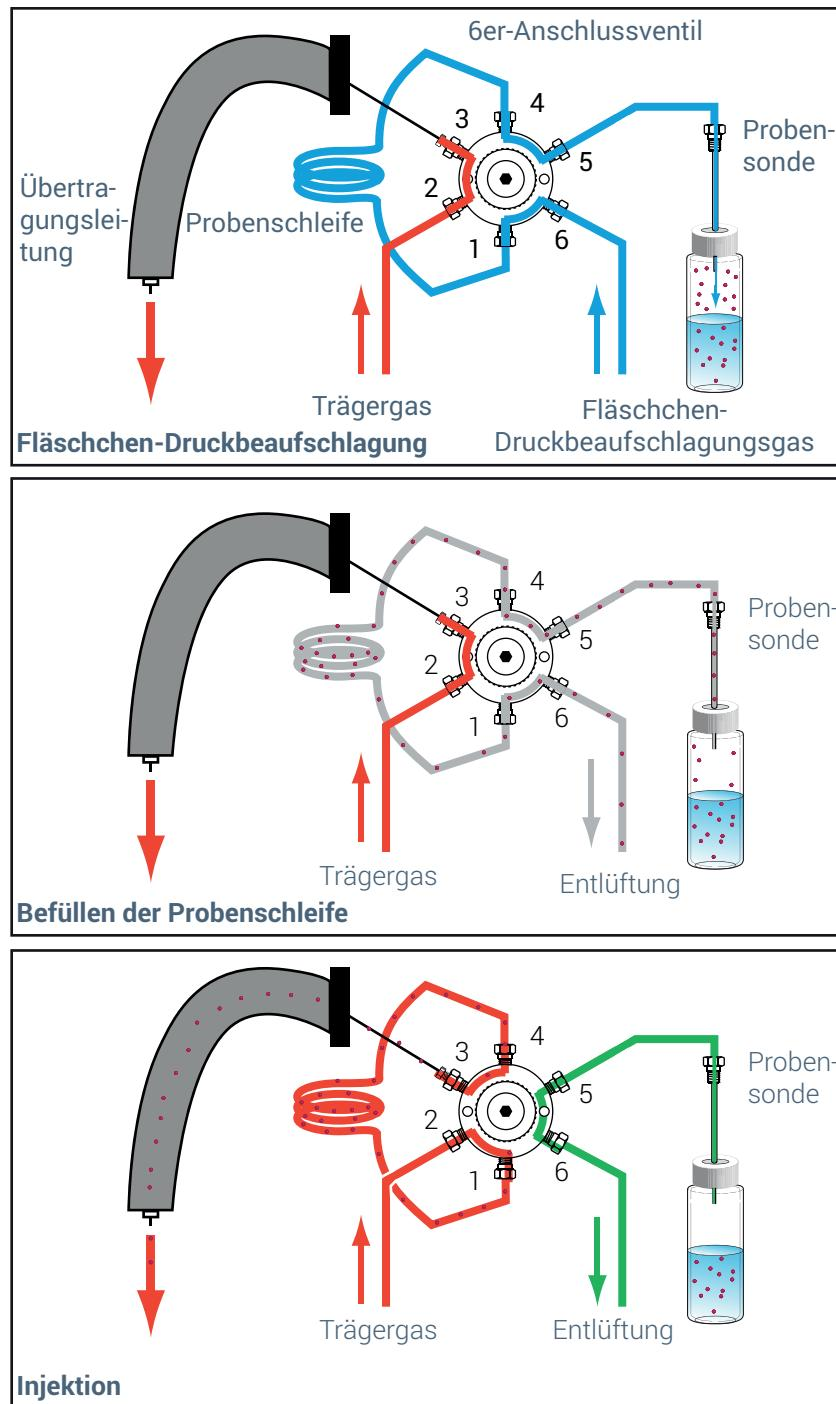

Abb.1. Proben mit dem Ventil- und Schleifensystem und Injektionsphasen
- 2 Der Probengeber drückt auf das Fläschchen mit Gas. Siehe Abbildung 1.